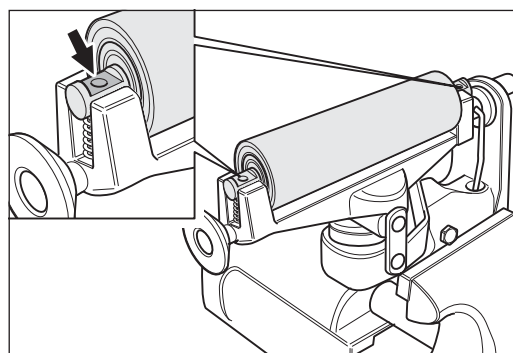

Abb. 92 Die neue Spannwalze einsetzen, wobei die ebenen Flächen an den Wellenenden nach oben zeigen müssen!
- 6 Setzen Sie die Druckfeder und die Spannwalze wieder in das Aggregat ein. Achten Sie darauf, dass die ebenen Flächen an den Wellenenden der Spannwalze nach oben zeigen (Abb. 92)!